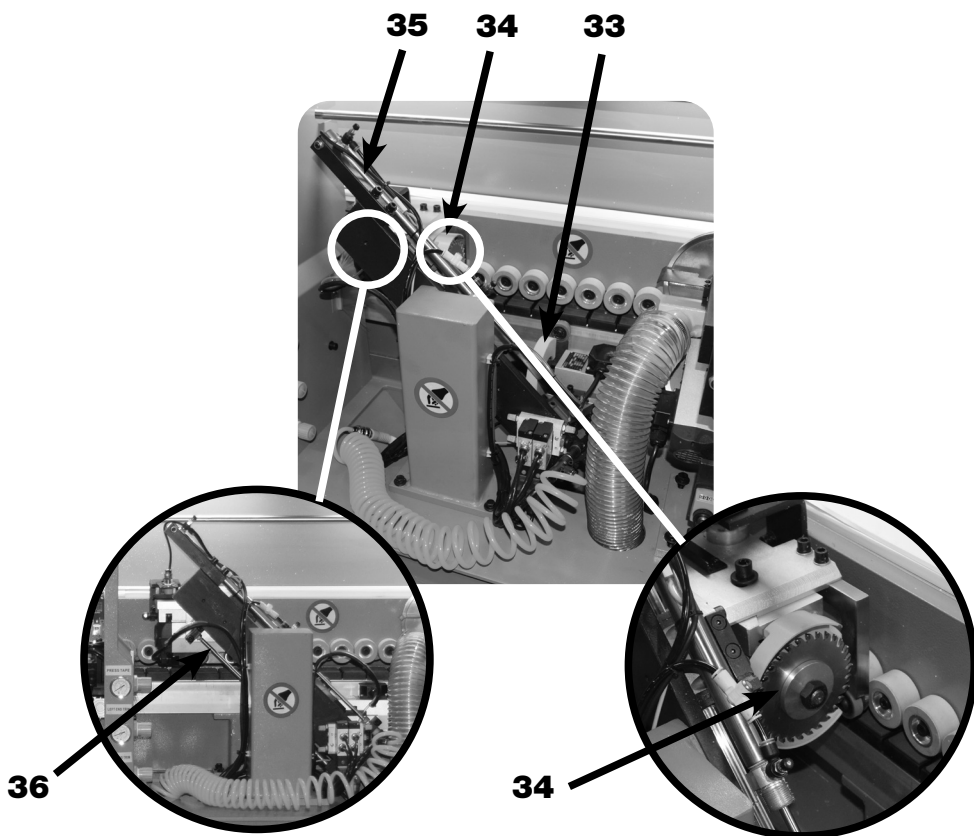

FIGURA 10 – Estação / Grupo do Destopador
A terceira etapa do processo é a Estação/Grupo do Destopador (12) (figura 10), responsável por cortar o excesso de fita que sobra na ponta frontal e traseira do painel. Sendo composto pela Serra Dianteira (33) e a Serra Traseira (34);